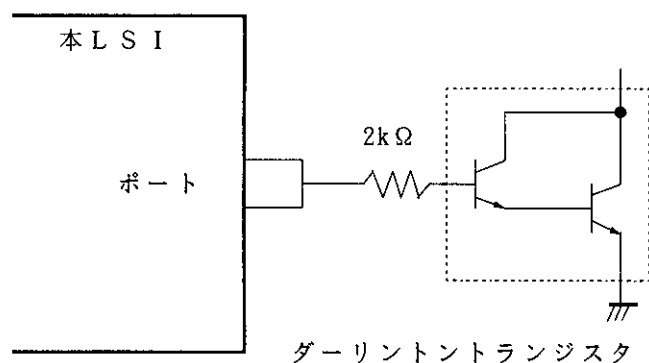
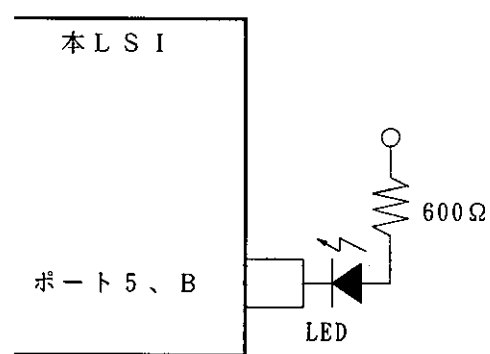

図17.1 ダーリントトランジスタ駆動回路例
図17.2 LED駆動回路例
2. ダーリントトランジスタや、LEDを直接駆動する場合には、図17.1、図17.2に示すように、出力に必ず電流制限抵抗を挿入してください。